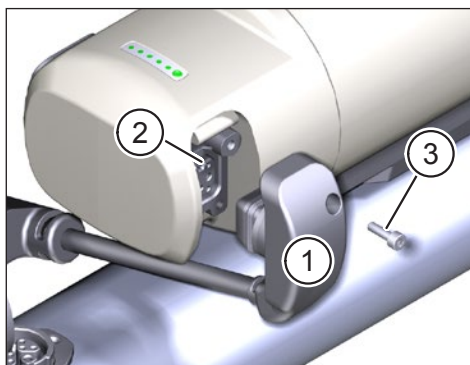

Fig. 7: Fissare il cavo di collegamento alla Range Extender
- ▶ Collegare la spina (Pos. 1 nella Fig. 7) del cavo di collegamento alla presa (Pos. 2 nella Fig. 7) del Range Extender.
- ▶ Fissi il connettore al Range Extender con la vite a testa cilindrica M3 × 8 (Pos. 3 in Fig. 7) inclusa nella fornitura del cavo, con una coppia di 1 Nm. Non utilizzi mai una vite più lunga. Altrimenti c'è il rischio di danneggiare l'elettronica della Range Extender.